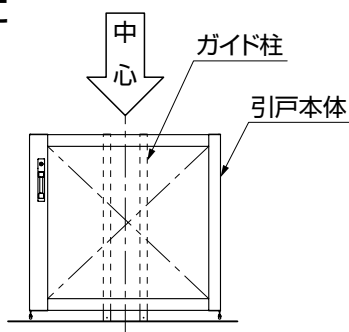

図13-1
①調整をするときには必ず引戸本体の中心とガイド柱の中心を合わせてください。(図13-1参照)